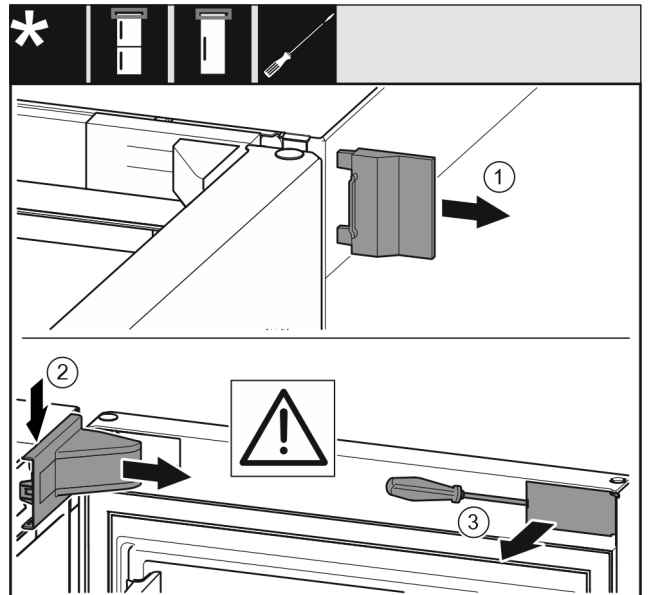

Fig. 8
- ▶ Αφαιρέστε το εξωτερικό κάλυμμα Fig. 8 (1).
- ▶ Ξεκουμπώστε και αφαιρέστε το κάλυμμα του στηρίγματος Fig. 8 (2).
- ▶ Ξεκουμπώστε το διακοσμητικό κάλυμμα Fig. 8 (3) με ίσιο κατσαβίδι και παραμερίστε το προς το πλάι.